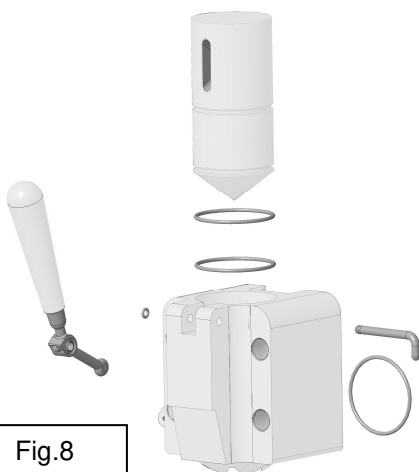

Fig.8
3. Abbassare la leva, sfilare il perno e rimuovere il pistone dalla sua sede (Fig.8).